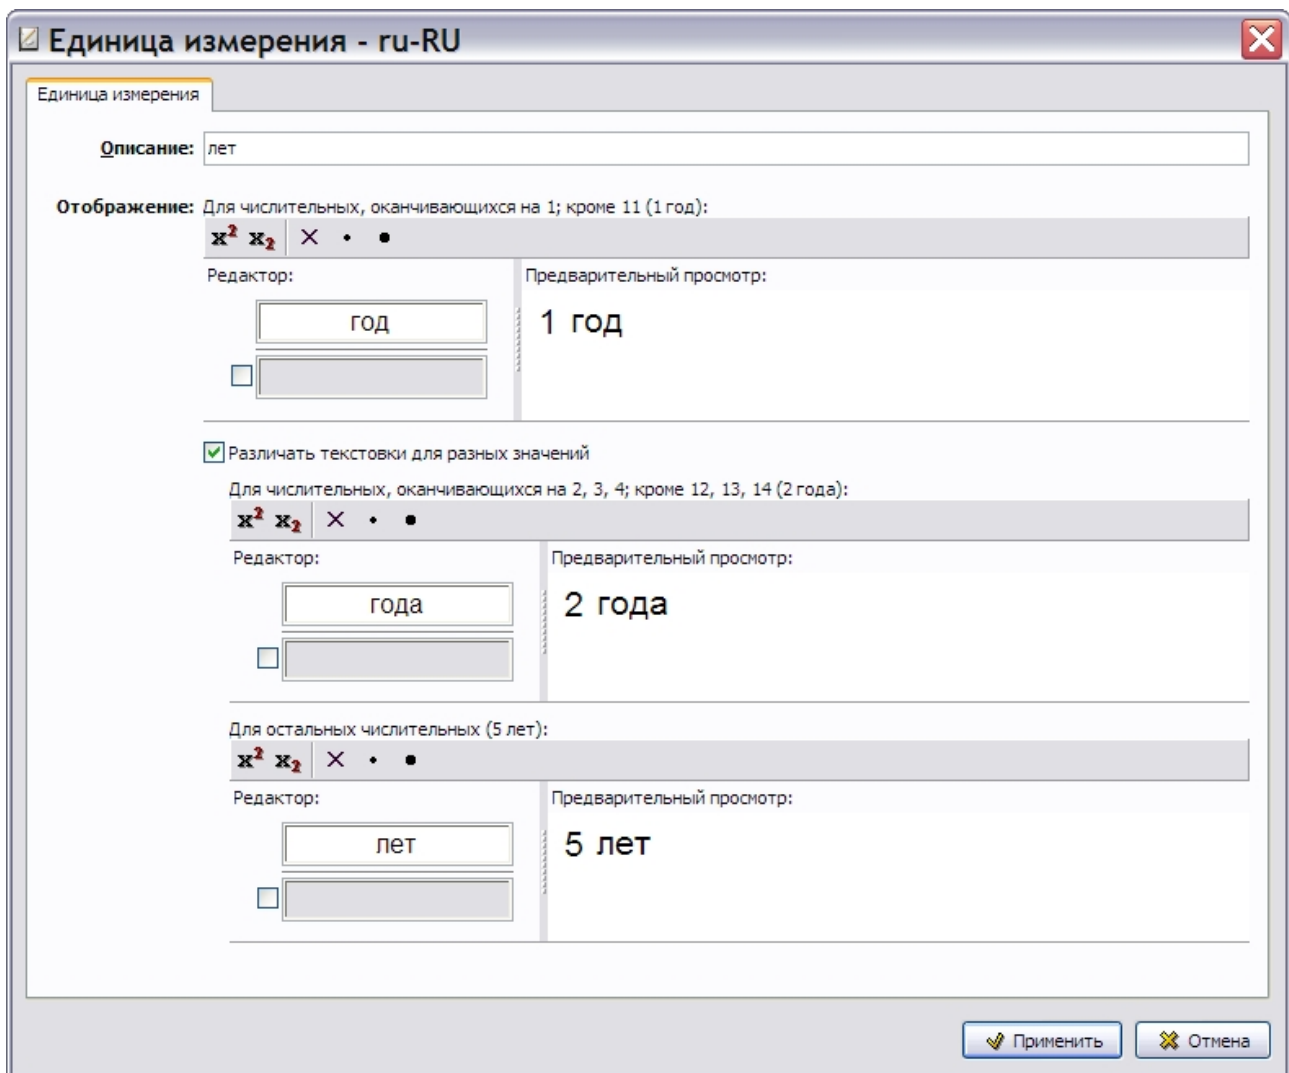

Рис. 3.91
4. Введите отображение единицы измерения для разных числительных (Рис. 3.91).